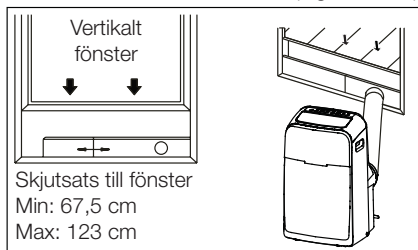

Fig. 9a
6. Fäst adapter B i fönsterreglagesatsen och se till att den sitter tätt. (Fig. 9a & 9b)